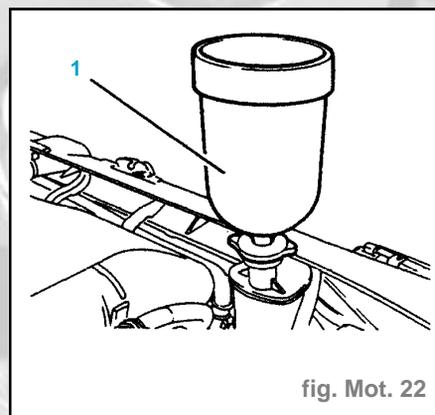

fig. Mot. 22
- Monter sur l'orifice de remplissage le cylindre de charge (1) (fig. Mot. 22).